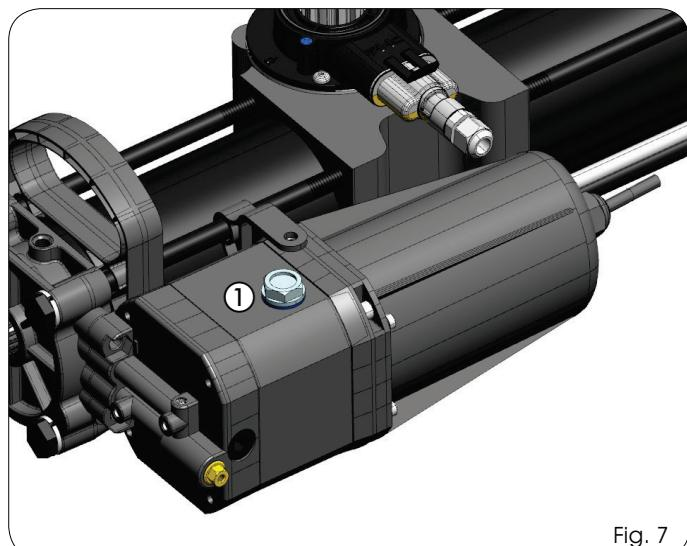

Fig. 7
- 10) Reponga el nivel de aceite, utilizando el suministrado en el kit, de modo que el mismo esté justo por debajo del tapón (Fig. 7 ref.①).
- 10) Herstel het oliepeil door de bij de kit verstrekte olie bij te vullen tot het peil vlak onder de dop komt (Fig.7 ref.①).